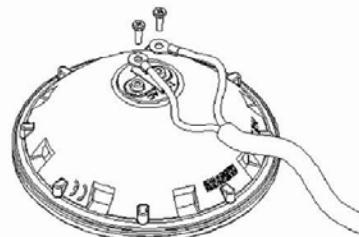

Fig.6
Extraia a lâmpada (n.º 7) do interior do fundo do projetor e desligue os 2 terminais, afrouxando os dois parafusos que os fixam à lâmpada (Fig. 6).
- Ligar os terminais do cabo à lâmpada, utilizando os 2 parafusos fornecidos com a lâmpada (Fig. 6).